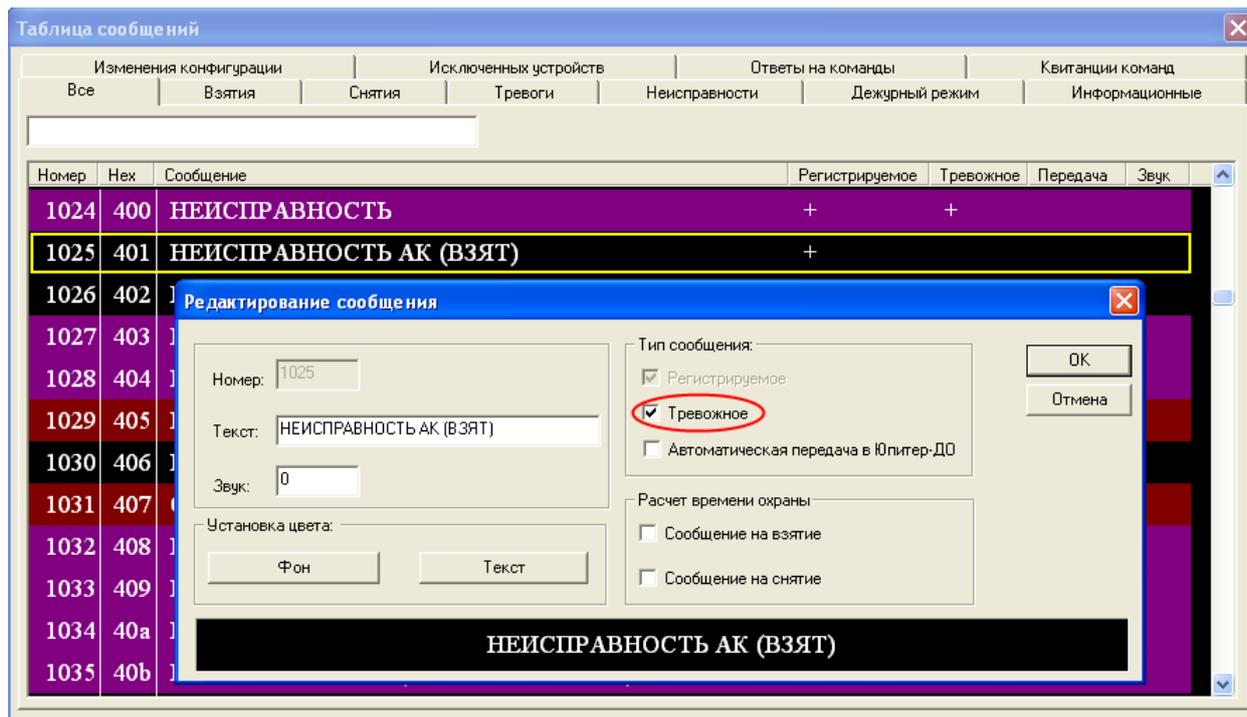

Рисунок 3.46. Окно «Редактирование сообщений»
3. Установите в окне **Редактирование сообщений** флаг **Тревожное** (рисунок 3.46) и нажмите кнопку **ОК**.